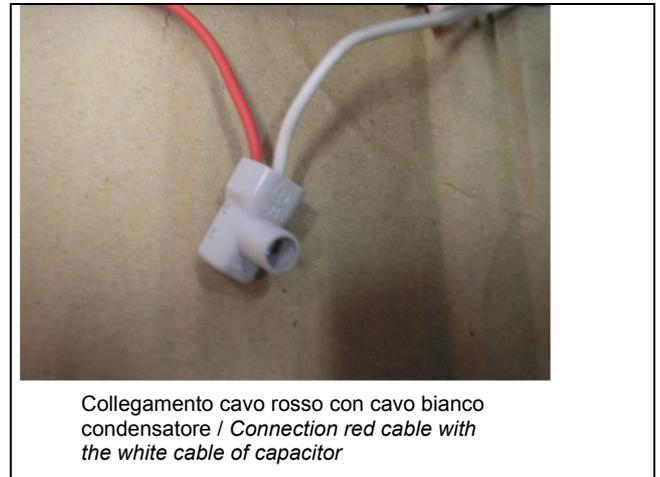

Figura 8 – Figure 8
- isolare il collegamento con il morsetto fornito a corredo (vedi Figura 8).